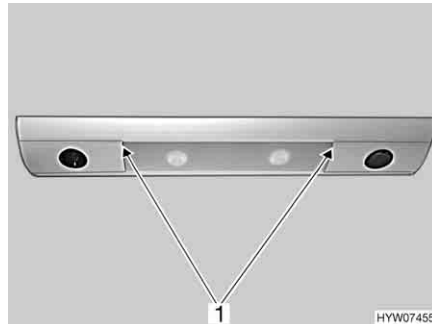

Fig. 251 Luce piano di lavoro/luce area cottura
- Tirare il vetro della luce (Fig. 251,1). Iniziare ad estrarre tirando a destra o a sinistra.